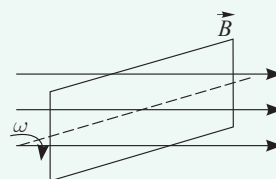

Рис. 30. К упражнению 4.1
1. Рамку с площадью $S = 200 \text{ см}^2$ вращают с частотой $\nu = 8 \text{ с}^{-1}$ в магнитном поле с индукцией $B = 0,2 \text{ Тл}$ (рис. 30). Напишите: а) закон изменения магнитного потока, пронизывающего рамку; б) закон изменения ЭДС индукции, возникающий в рамке. В начальный момент времени рамка перпендикулярна магнитному полю.